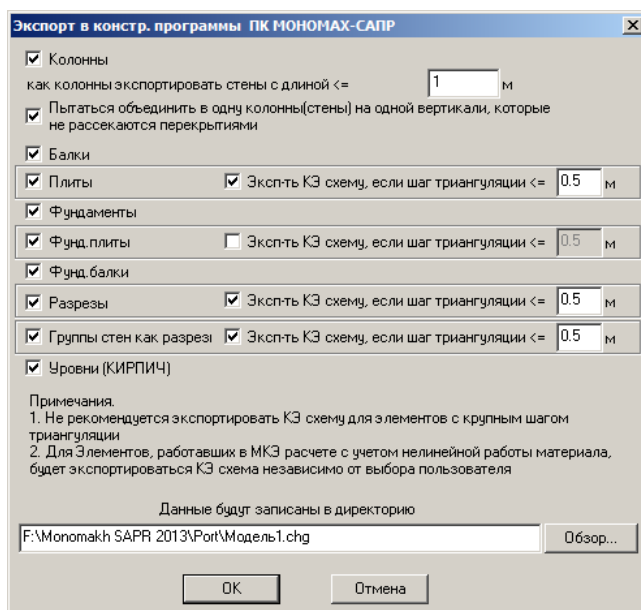

Рис.1.22.1. Окно диалога Экспорт в конструирующие программы ПК МОНОМАХ-САПР
- В открывшемся окне диалога **Экспорт в конструирующие программы ПК МОНОМАХ-САПР** (рис. 1.22.1) задайте следующие параметры: